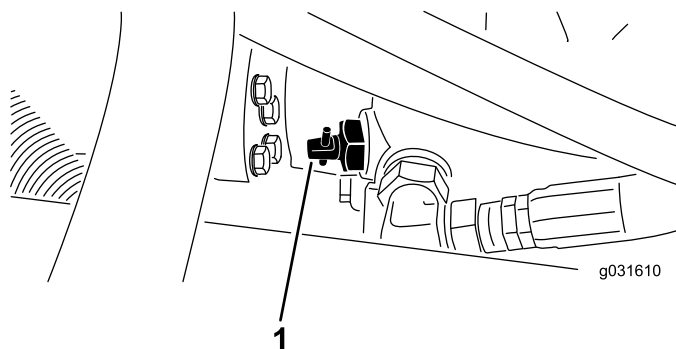

Figura 29
1. Localice la válvula de desvío en la bomba y gírela 90° (Figura 29).